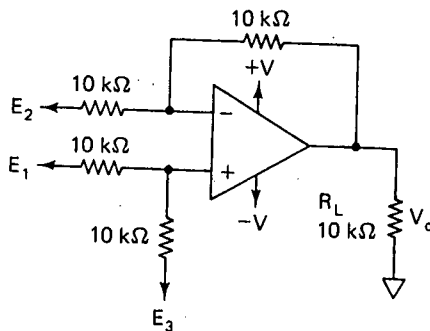

FIGURA P8-12
- 8-12. En referencia al circuito de la figura P8-12. Complete la tabla adjunta para cada condición de entrada.